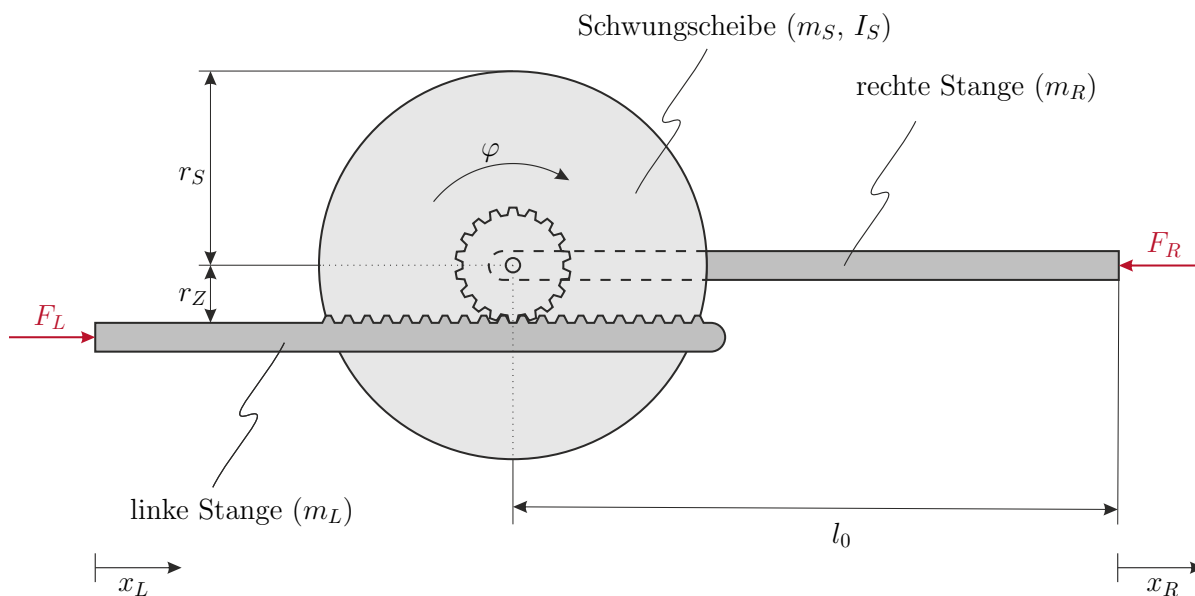

Abbildung 2: Mögliche Realisierung eines Inerters.
2. In diesem Beispiel soll ein sogenannter Inerter betrachtet werden, welche sich praktisch wie in Abbildung 2 dargestellt realisieren lässt. Dieses mechanische Bauelement besteht aus einer Schwungscheibe mit Zahnrad (Masse m_S , Trägheitsmoment I_S), deren Drehachse reibungsfrei gelagert mit der rechten Stange (Masse m_R) verbunden ist. Die linke Stange (Masse m_L) ist mit Zähnen ausgestattet und über das Zahnrad mit der Schwungscheibe starr gekoppelt, d.h. es findet eine ideale Rollbewegung mit effektivem Radius der Zahnscheibe r_Z statt. Beide Stangen können sich nur parallel zur x -Achse bewegen. Auf den Inerter wirken die beiden äußeren Kräfte F_L und F_R .